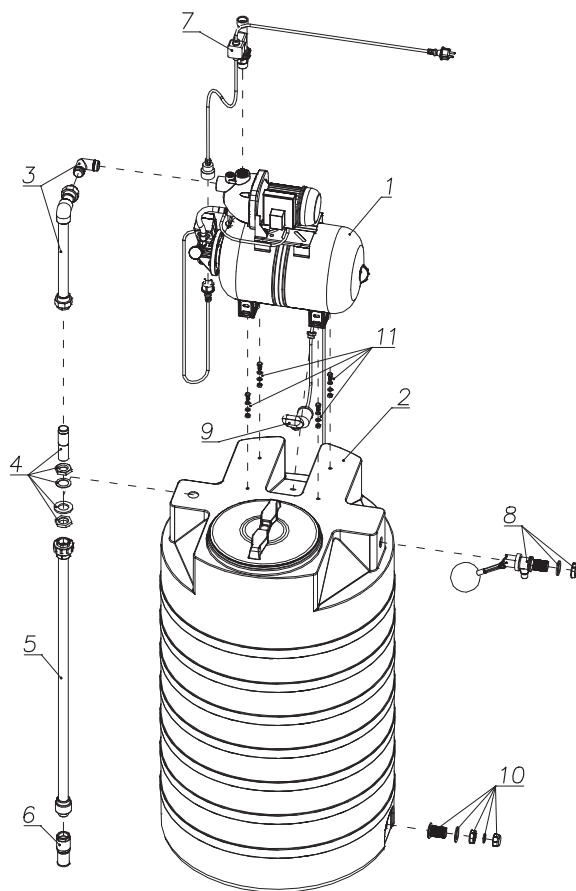

Рис. 3
3.11 Комплект крепежных элементов для соединения АНС с баком (поз11 рис.3) - 1 комп. (болты М8х20 -4шт., гайки М8-4шт., шайба 8 - 8шт. шайба пружинная 8)
## **4 СБОРКА ОБОРУДОВАНИЯ (рисунок 3)**
4.1.1 Из бака объемом 500 л ( поз.2 рис.3) выкручивается верхняя резьбовая крышка горловины.